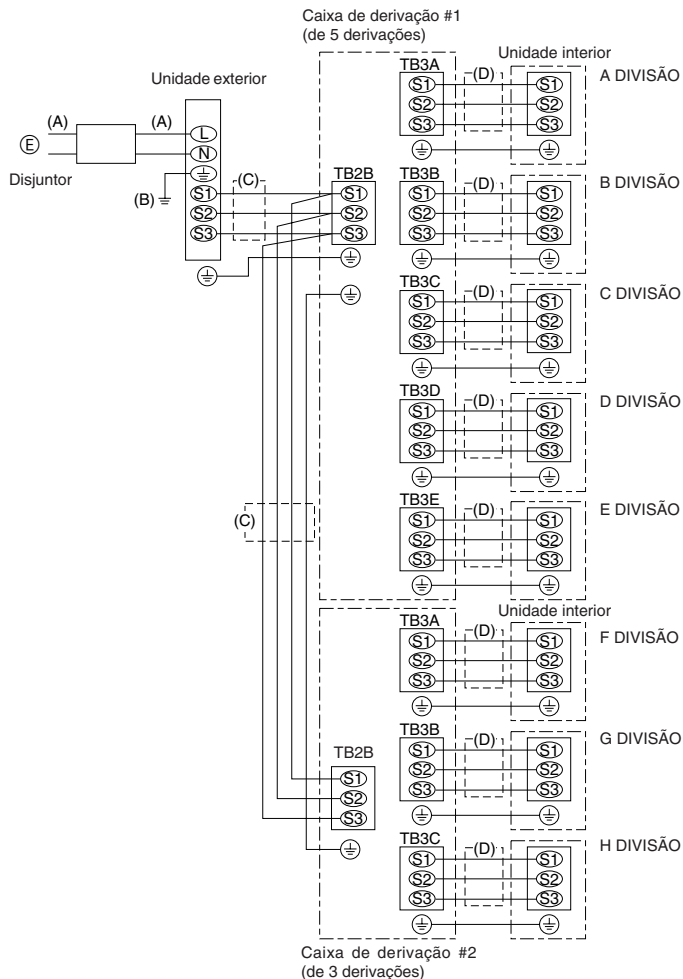

Fig. 7-2
7.3. Procedimento de ligação da unidade exterior (Fig. 7-2)